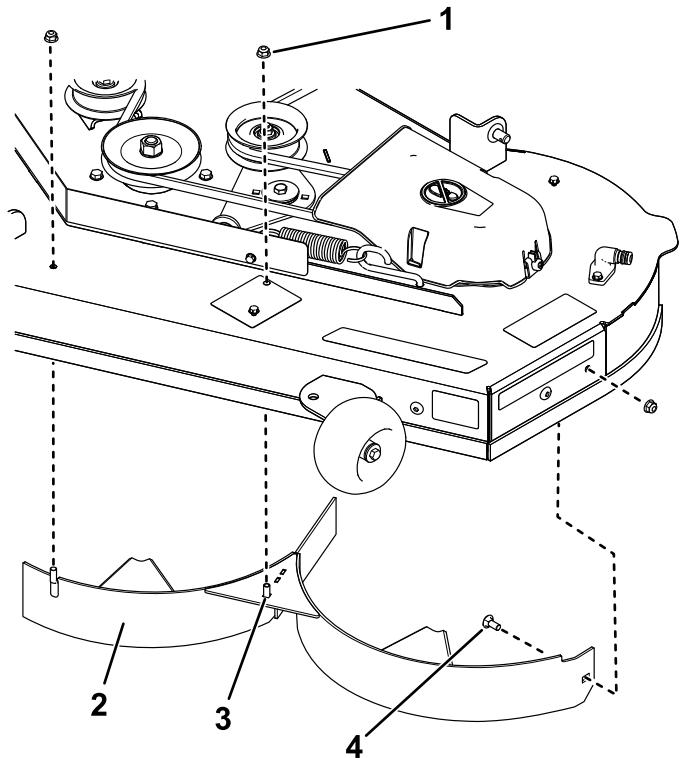

Bild 14
7. Entfernen Sie die beiden Sicherungsmuttern (5/16") von den geschweißten Pfosten des linken Ablenkblechs (**Bild 14**).
8. Entfernen Sie die Schlossschraube und Sicherungsmutter, die das linke Ablenkblech am Mähwerk befestigen, und entfernen Sie das Ablenkblech (Bild 14).
9. Suchen Sie die zwei Schrauben in den losen Teilen und setzen Sie diese Befestigungen mit den vorhandenen Sicherungsmuttern in die Löcher im Mähwerk ein, die in Bild 14 abgebildet sind, um das Herausschleudern von Rückständen zu vermeiden.